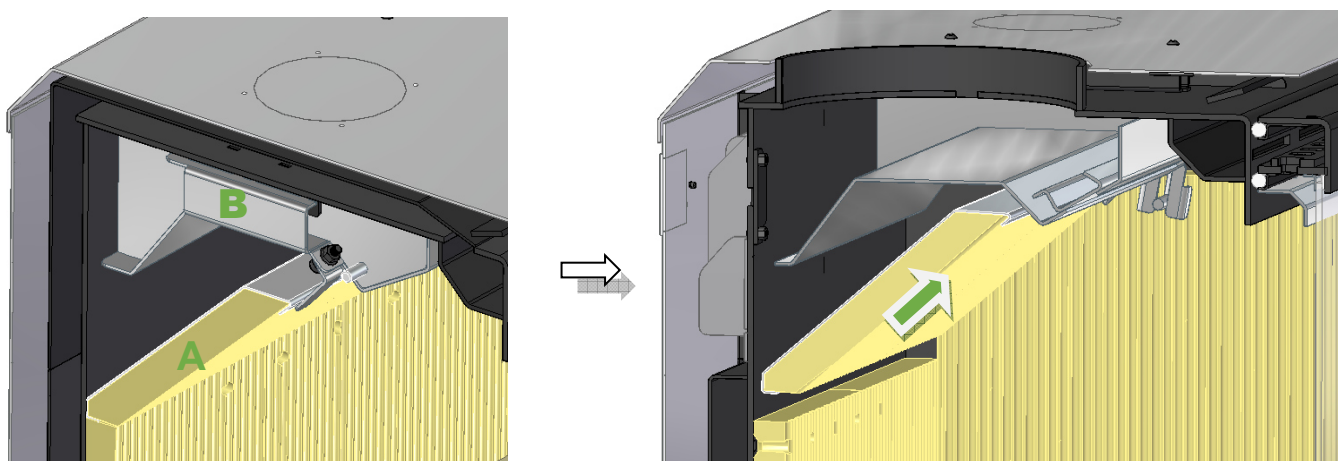
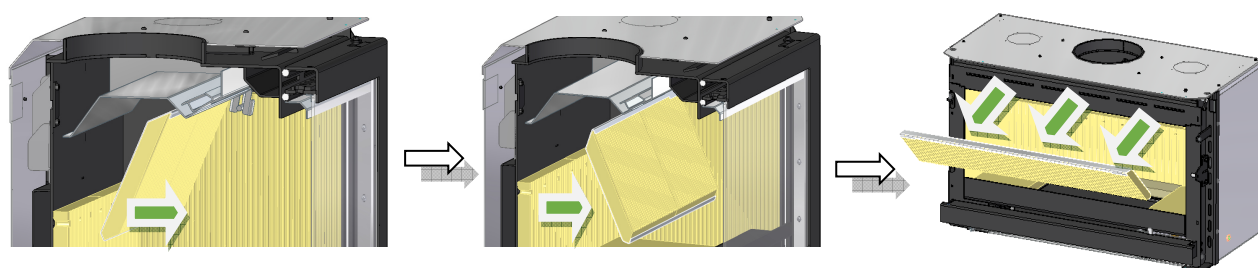

Figura 35 – Remoção da deflitora de fumos
Figura 36 – Remoção da deflitora de fumos
1. Abra a porta e retire o deflector de fumos (A). Para o fazer, coloque as suas mãos no deflector e desloque o deflector para cima, ou rode as patilhas de suporte para o lado, de seguida desloque a parte inferior do deflector para si e retire o deflector, ver Figura 35 e Figura 36.